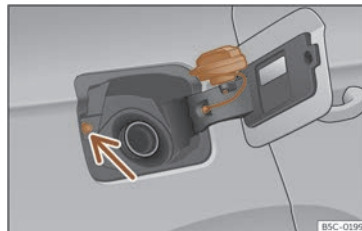

Fig. 207 Trappe à carburant avec bouchon ouvert.
- Placez le bouchon dans le logement se trouvant sur la charnière de la trappe à carburant ouverte >>> **fig. 207**.
Évitez de toucher le bouton de verrouillage de la trappe à carburant >>> **fig. 207** (flèche). Le système comprendrait que vous avez terminé et vous ne pourrez plus faire le plein. Rappuyez sur la touche  de la porte du conducteur pour continuer.